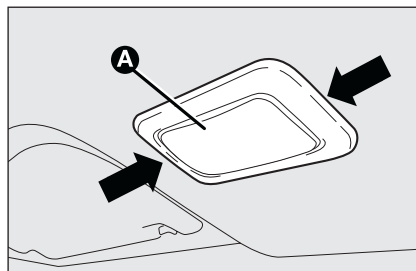

fig. 35
- enlever le plafonnier **A-fig. 35** en agissant selon le point indiqué par la flèche;